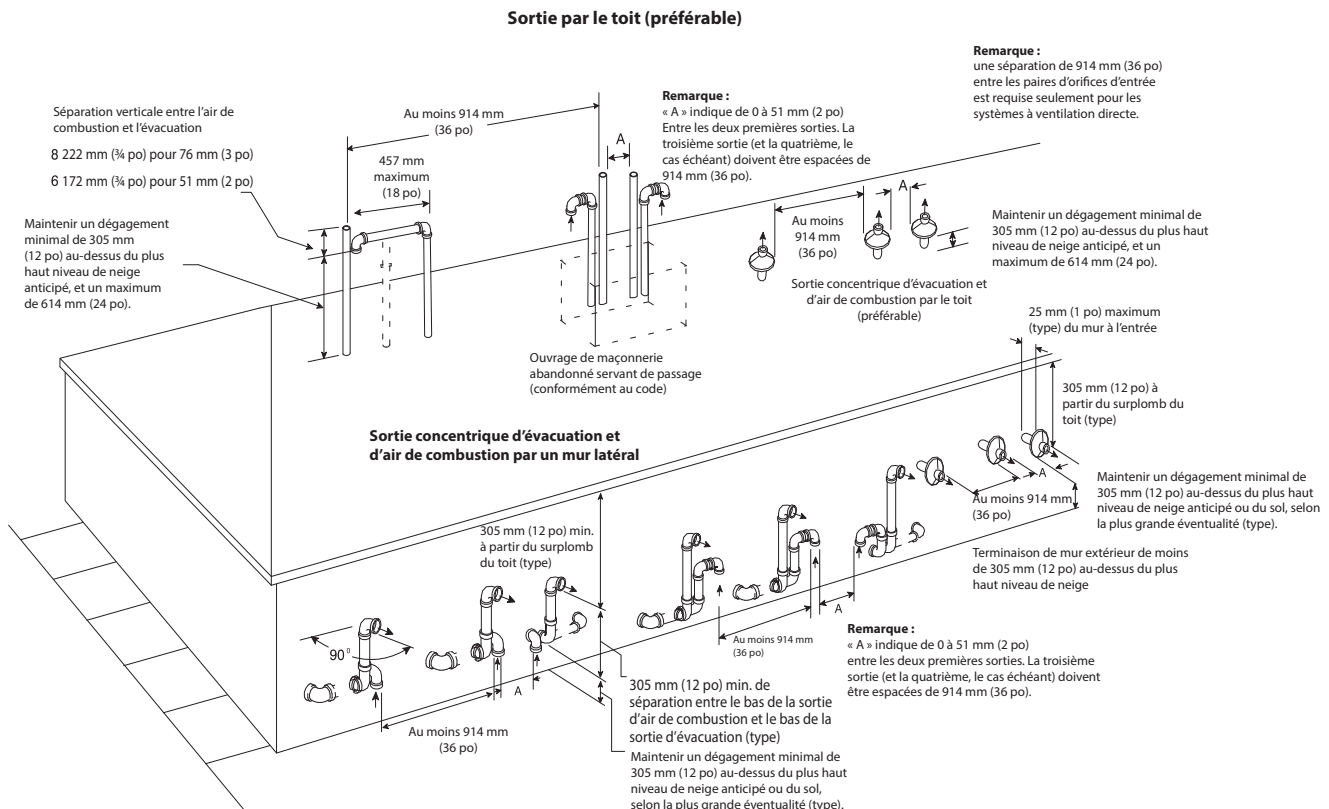
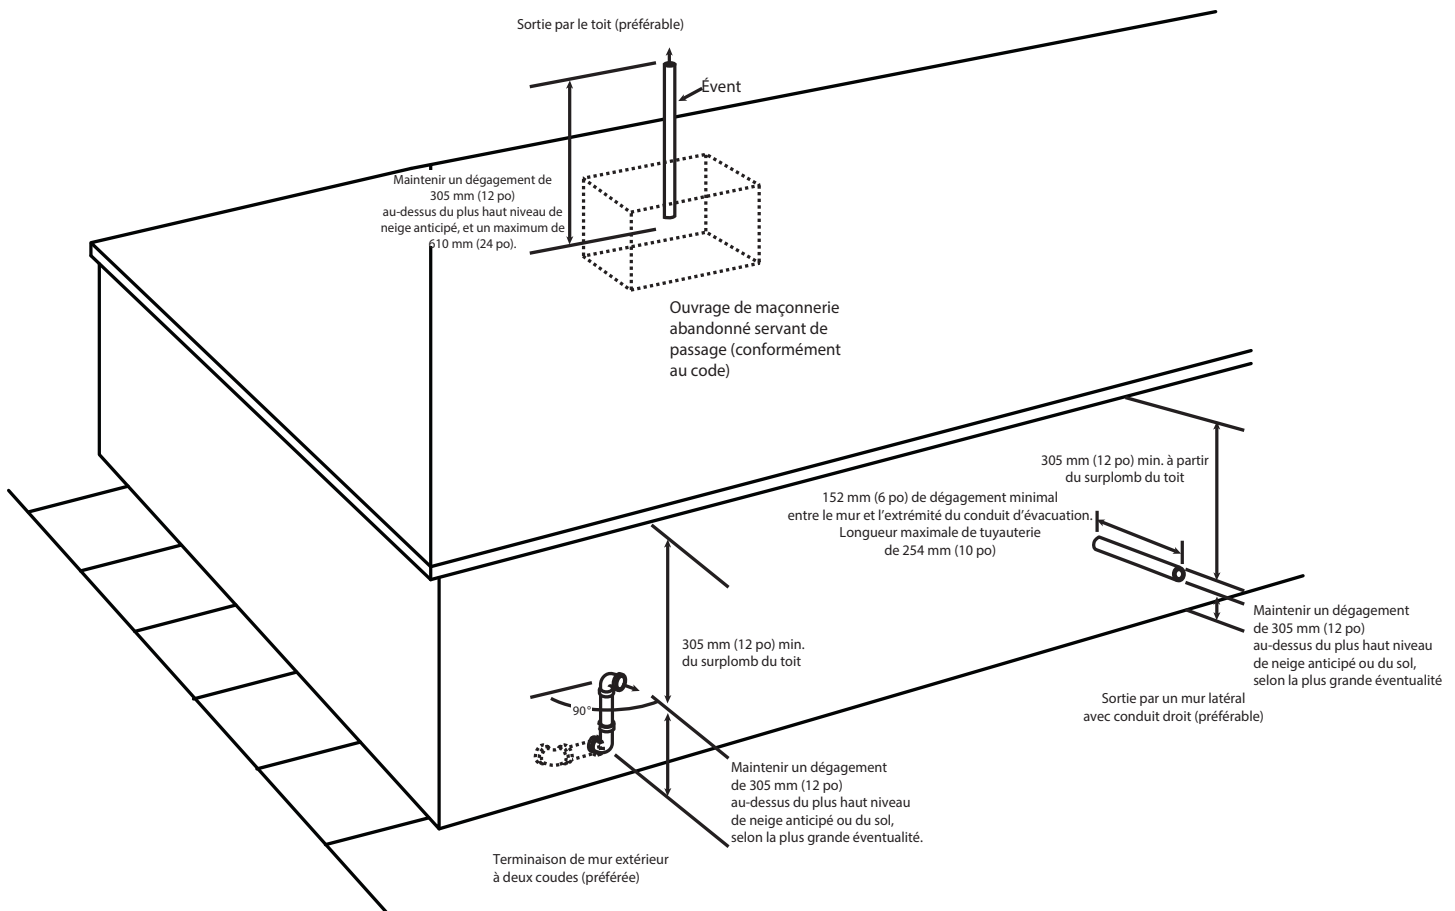

Fig. 40 – Air de combustion et sortie d'événement pour système d'évacuation directe (2 tuyaux)
Fig. 41 – Sortie d'évent pour système d'évacuation non directe et d'air de combustion
Une cheminée en maçonnerie abandonnée peut servir de passage pour l'installation de tuyaux d'air de combustion et d'évent adéquatement isolés et supportés. Chaque chaudière doit avoir son propre ensemble de conduites d'évacuation et d'air de combustion et être individuellement terminée, tel qu'illustré dans la Fig. 40 pour le système d'évacuation directe Vent (2 conduites) ou la Fig. 43 pour l'option à air de combustion ventilé.
Dans un système à ventilation directe (à deux tuyaux), tout l'air de combustion provient directement de l'extérieur et tous les produits de combustion sont évacués à l'extérieur. Les conduits d'évacuation et d'air de combustion doivent sortir ensemble, dans la même zone de pression atmosphérique, que ce soit dans un mur ou dans un toit (la sortie par un toit est à privilégier). Consultez la Fig. 41 pour connaître les exigences de dégagement du code national.
Pour connaître les dégagements de terminaison d'évent, consultez les codes nationaux présentés à la Fig. 41 pour un système à ventilation directe/à deux tuyaux et à la Fig. 42 pour un système à air de combustion ventilé. Pour connaître la disposition des terminaisons extérieures, consultez la Fig. 40 pour un système à ventilation directe / à deux tuyaux et la Fig. 41 pour un système à air de combustion ventilé. Communiquez avec les responsables des codes locaux pour connaître les autres exigences des codes nationaux présentés dans ces figures ou les dérogations à ceux-ci.
1. Conformez-vous à toutes les exigences en matière de dégagements, tel qu'indiqué à la Fig. 41 ou à la Fig. 42 selon l'application.